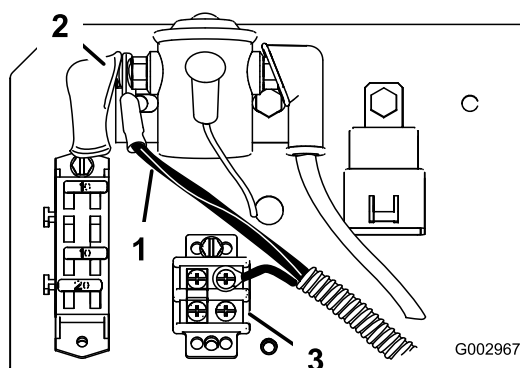

図 18
4. 運転席の下で、ワイヤハーネスの中ほどに入っている1本物の黒い電線（アース線）を、運転席下のソレノイドの近くにあるアースブロック（図 18）に接続する。
5. ソレノイド（図 18；運転席下）の右側に赤い線（パワー線）を接続する。